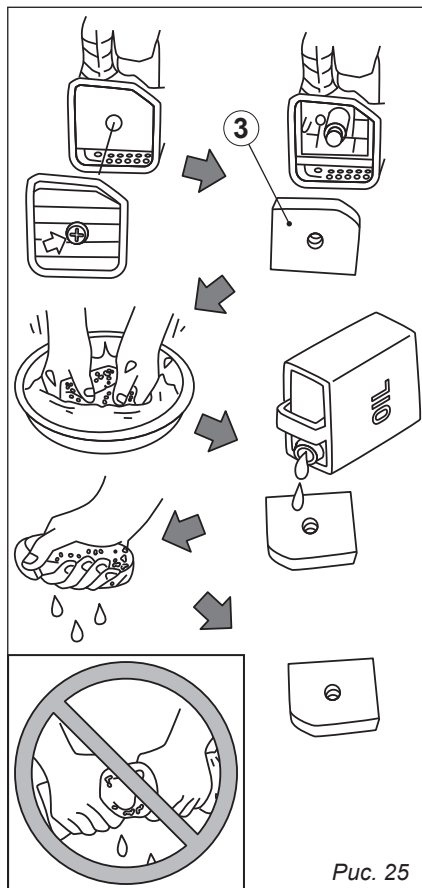

Рис. 25
Аккуратно отжать излишки масла не перекручивая элемент. При наличии излишков масла в фильтрующем элементе возможно появление темного выхлопа в первое после обслуживания время работы. При обнаружении любых дефектов фильтрующий элемент **③** заменить новым оригинальным, *рис. 25*.